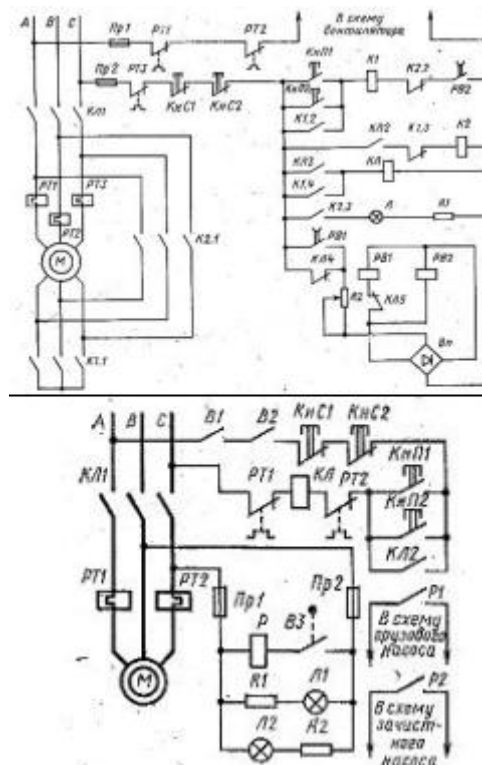

Рис.2
3. Электрическое оборудование нефтеналивных судов, особенности эксплуатации, требования РКО (рис. 2).